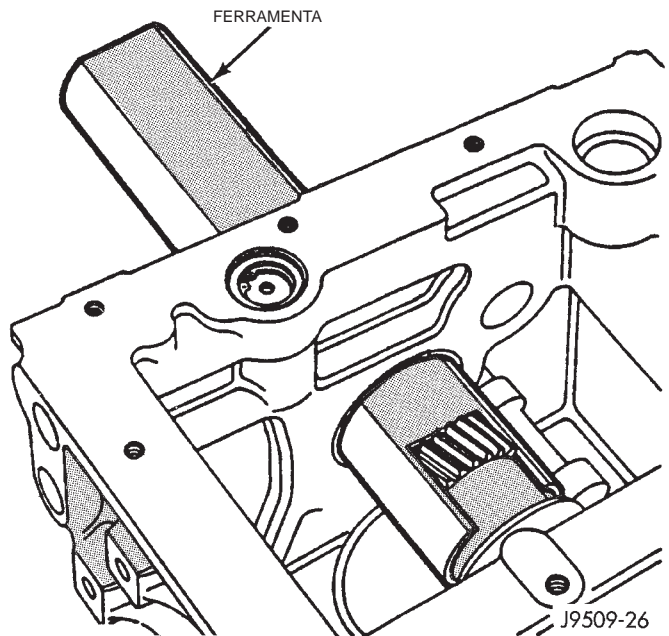

Fig. 75 Ferramenta Especial VM.1004 do Eixo de Manivelas
- (6) Remova os conjuntos do braço do balancim e os tuchos. Consulte "Remoção e Instalação do Braço do Balancim e do Tucho" nesta seção.
- (7) Remova o coletor de admissão, o coletor de escape e o turbo alimentador. Consulte o Grupo 11, "Sistema do Escape e Turbo Alimentador".
- (8) Remova o coletor de água.
(9) Remova as linhas de alimentação de óleo dos braços do balancim.
(10) Remova os cabeçotes do cilindros. Consulte "Remoção e Instalação do Cabeçote do Cilindro" nesta seção.
(11) Remova o cárter e o coletor de óleo.
(12) Remova os pistões e as bielas.
(13) Remova o abafador de vibração. Consulte "Remoção e Instalação do Abafador de Vibração" nesta seção.
(14) Remova a tampa do distribuidor. Consulte "Remoção e Instalação da Tampa do Distribuidor" nesta seção.
(15) Remova a bomba de óleo e a bomba de vácuo do bloco.
(16) Instale a ferramenta especial VM.1004 no eixo de manivela, sobre a engrenagem (Fig. 75).
(17) Remova do bloco os localizadores do suporte do eixo de manivela e alimentação de óleo do mancal principal.